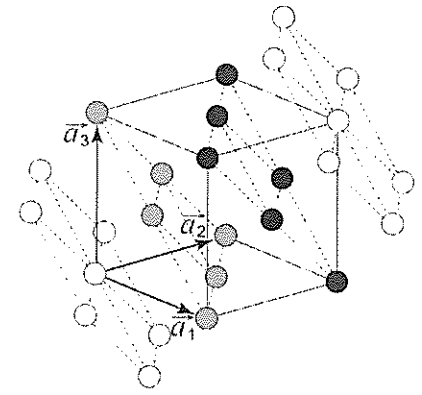

図3
(1) 六方最密構造について、単位格子中に存在する2原子の分率座標と格子定数比  $c/a$  の理想値を答えよ。なお、 $a$  は六方格子底面の等価な2つの単位格子ベクトル（ベクトルのなす角： $120^\circ$ ）の大きさ、 $c$  は底面に垂直な単位格子ベクトルの大きさである。
(2) 六方最密構造の構造因子を面指数  $hkl$  および原子散乱因子  $f$  を用いて表せ。また、構造因子から消滅則を導出し、これを簡潔に述べよ。
(3) 立方最密構造（面心立方構造）は、最密面が $[111]$ 方向に積層した構造と捉えることができ、最密面とその法線方向に着目すると六方格子を用いて記述できる（図3）。六方格子の単位格子ベクトル  $\bar{a}'_1, \bar{a}'_2, \bar{a}'_3$  が立方格子の単位格子ベクトル  $\bar{a}_1, \bar{a}_2, \bar{a}_3$  を用いて以下のように表されるとき、六方格子中に存在する3原子の分率座標と格子定数比  $c'/a'$  を答えよ。なお、 $a' = |\bar{a}'_1| = |\bar{a}'_2|, c' = |\bar{a}'_3|$  とする。